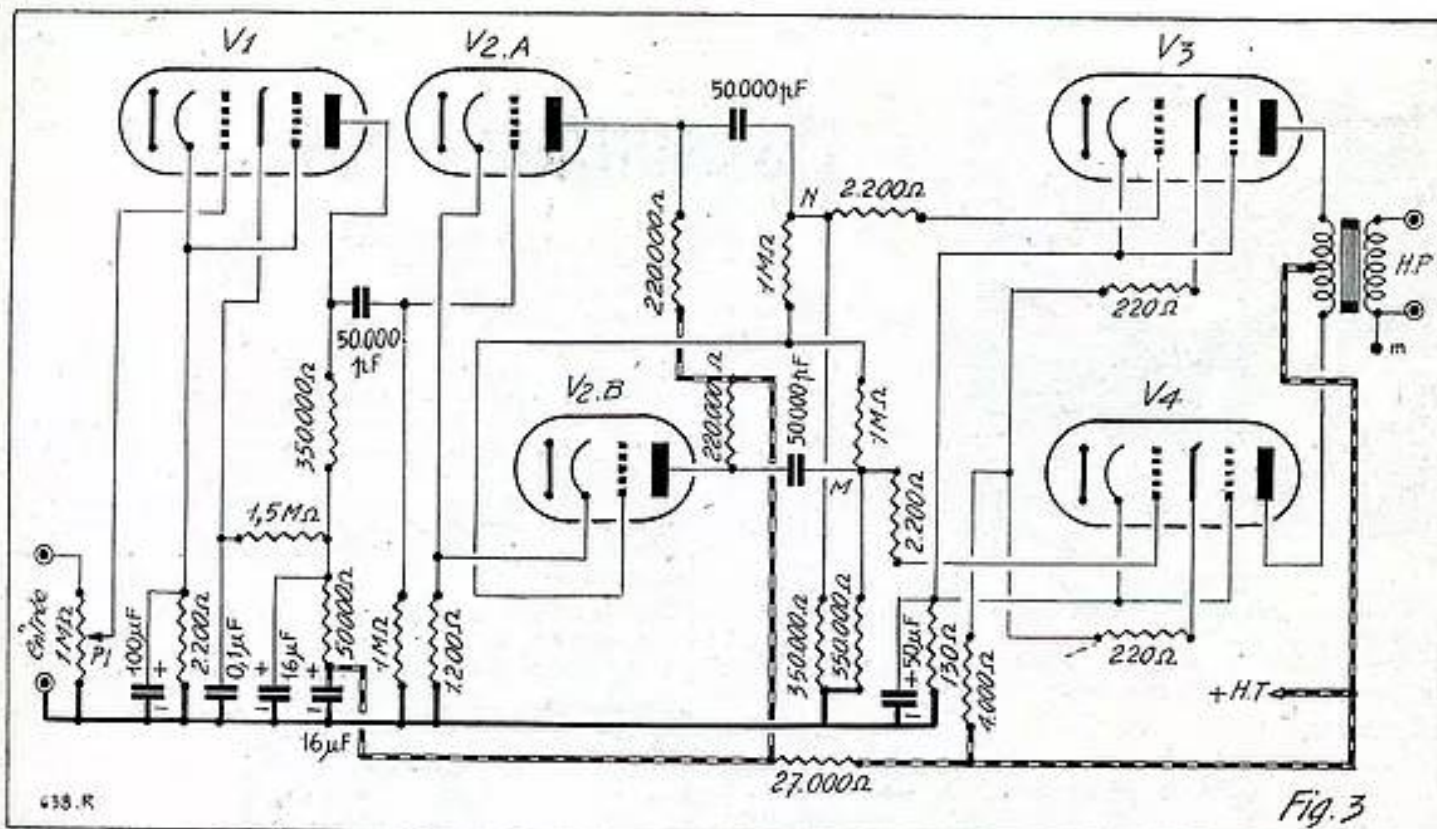
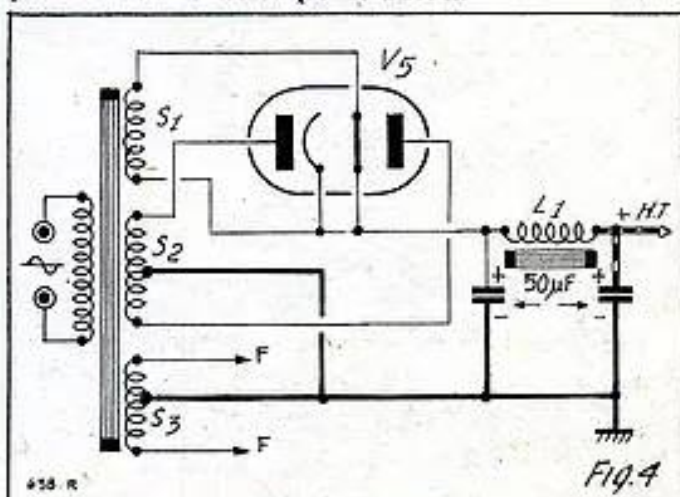

Fig. 3
Fig. 4
a) Le transformateur est bobiné sur un circuit magnétique de forme courante. Les dimensions ne sont pas critiques, pourvu que la section soit suffisante et les fenêtres assez grandes. Les caractéristiques des enroulements sont indiquées sur les tableaux des figures 3 et 4. Le bobinage ne sera pas imprégné mais le fil doit être pourvu d'un isolant de bonne qualité. Chaque couche doit être séparée de la précédente, par une bande de toile huilée. L'enroulement soudure (3 volts) est construit en tresse de 30 à 40 mm² de section sur laquelle on enroule du ruban de jaconas.
Cet amplificateur est représenté par le schéma de la figure 3 et son alimentation sur courant alternatif, par la figure 4.
V₅ (figure 4), redresseuse type GZ32.
La tension au point marqué + HT doit être de 315 V environ par rapport à la masse. On l'obtient de l'alimentation dont le schéma est donné par la figure 4.
les deux fréquences à la fois (voir schéma général fig. 3). Le fonctionnement de l'ensemble en est très simple; lors de la mise en route, les relais A et B des récepteurs collent et ferment le circuit du relais C. Ce dernier est un relais téléphonique rebobiné afin d'avoir une faible consommation pendant son travail: il possède deux contacts et un repos pendant la période de collage qui est presque permanente. Il a pour but d'isoler les circuits du sélecteur de direction lors de la mise en route de celui de
Petit problème bien connu des amateurs de modèles réduits et, en particulier, de tous ceux qui se livrent à la radiocommande et à ses jolies. La disposition n'est pas nouvelle en la considérant, soit à la figure 4, soit à la figure 5. Ce qui ne vient pas à l'esprit parfois, c'est « comment les